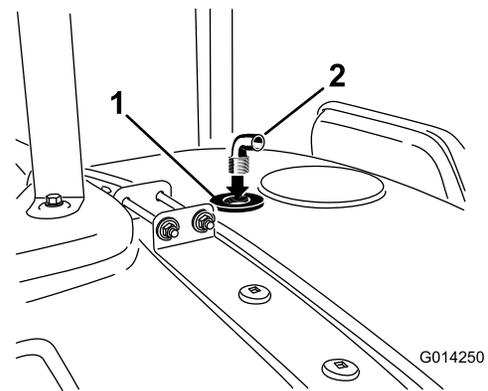

図 18
9. すずぎ用ノズルのバルクヘッドの開口のねじ山に、フィッティングを取り付ける (図 18)。